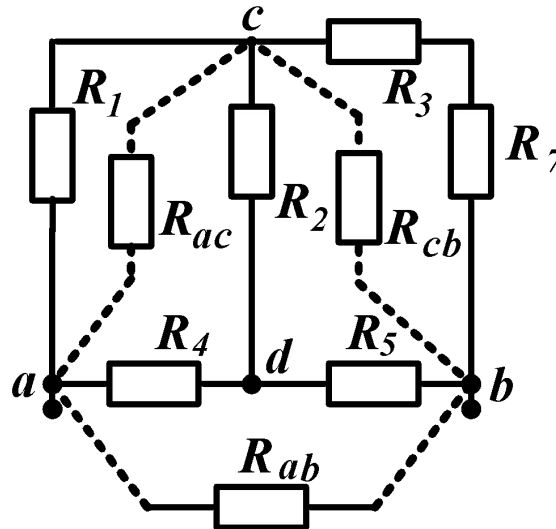

Рисунок 3.16
8) Зірка резисторів, що складається з  $R_2$ ,  $R_4$ ,  $R_5$ , замінюється трикутником резисторів  $R_{ab}$ ,  $R_{ac}$ ,  $R_{cb}$  (рис. 3.16)